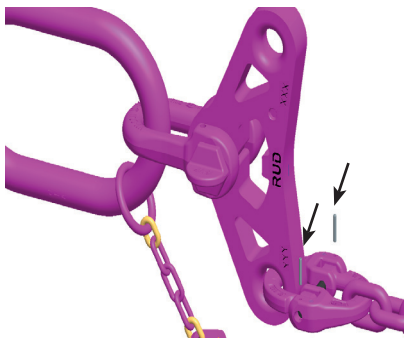

Fig. 15 : Sécuriser l'axe de liaison au moyen d'une goupille de sécurité
6. Sécurisez l'axe de liaison monté comme suit (fig. 15) :